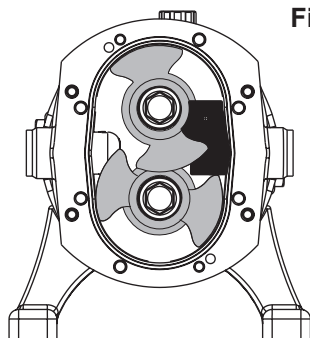

Fig. 3
21. Placera rotorns låsbit enligt fig. 3 resp. 11 och dra åt lagernas låsmuttrar (50) tills ingen återfjädring kan kännas i lagerenheten.
22. Ta bort rotorerna (35) från axlarna enligt beskrivning i avsnitt 4.2.
24. Kontrollera att löpmomentet för både drivaxel (38) och hjälpxel (39) uppfyller specifikationerna i tabellen i avsnitt 6.1. Mät det avsedda momentet utan läpptätningar. Under mätningen ska lagerna vara smorda med WD40. Kontrollera att axlarna kan rotera fritt.
25. Om momentet inte uppfyller specifikationen i avsnitt 6.1, justera muttrarna (50) och upprepa proceduren tills godkänt moment uppnås.
26. Vik upp låsfliken på låsbrickan (49).
27. Sätt tillbaka låsringen (51), distansringen (52) och växelkilen (40) på axlarna (38, 39).
28. Sätt tillbaka enheterna (54) enligt beskrivning i avsnitt 4.2.1.
29. Montera oljetätningsskivan (10) med läpptätningar (42) enligt beskrivningen i avsnitt 4.7.1 och rotorhuset (9) enligt beskrivningen i avsnitt 4.3.1.
30. Sätt in rotorerna (35) enligt beskrivningen i avsnitt 4.2.1. Kontrollera att de stationära tätningssyrtorna (D) och O-ringarna (C) sitter på plats i rotorhuset (9). Kontrollera att tätningarna (B, D) är fria från smuts och repor.
31. Sätt tillbaka oljeträget (26) enligt beskrivning i avsnitt 4.2.1.